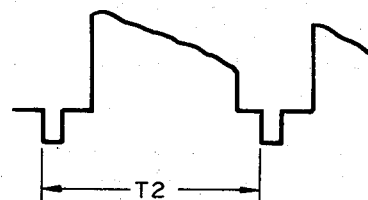

Abb. 8-20
2. TP5 mit dem Oszilloskop (Selbsttriggung) beobachten und R737 so einstellen, daß, wie aus Abb. 8-20 ersichtlich, $T_2 = 64 \pm 3$ ms erhalten wird.
2. TP5 mit dem Oszilloskop (Selbsttriggung) beobachten und R736 so einstellen, daß, wie aus Abb. 8-20 ersichtlich, $T = 64 \pm 3$ ms erhalten wird.